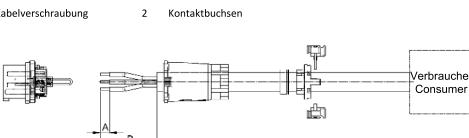
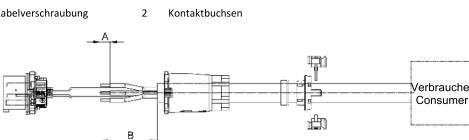
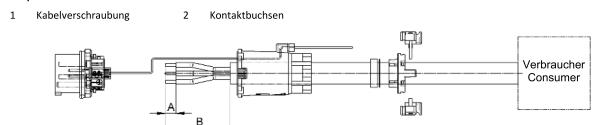

Abb. 6: Schema für Kabel ohne Pilotkontakte
Abb. 7: Schema für Kabel mit integrierten Pilotkontakten
Abb. 8: Schema für Kabel mit separaten Pilotkontakten
- Sind keine Pilotkontakte vorhanden, gemäß Abb. 6 vorgehen. Pilotschlaufe kontrollieren (Abb. 6/2).
- Bei integrierten Pilotkontakten gemäß Abb. 7 vorgehen.
- Bei separaten Pilotkontakten gemäß Abb. 8 vorgehen.
1. Kabelverschraubung (Abb. 6/1, Abb. 7/1, Abb. 8/1) über das Kabel ziehen. Äußere Isolation in der Länge A (Abb. 6, Abb. 7, Abb. 8) abmanteln.
2. Einzelheiten und Pilotkabel jeweils in der Länge A (Abb. 6, Abb. 7, Abb. 8) abmanteln.
3. Länge C (Abb. 7) gibt die Länge des integrierten Pilotkontakte an.
5. Kontaktbuchse (Abb. 6/2, Abb. 7/2, Abb. 8/2) mit dem Kabel verschrauben.